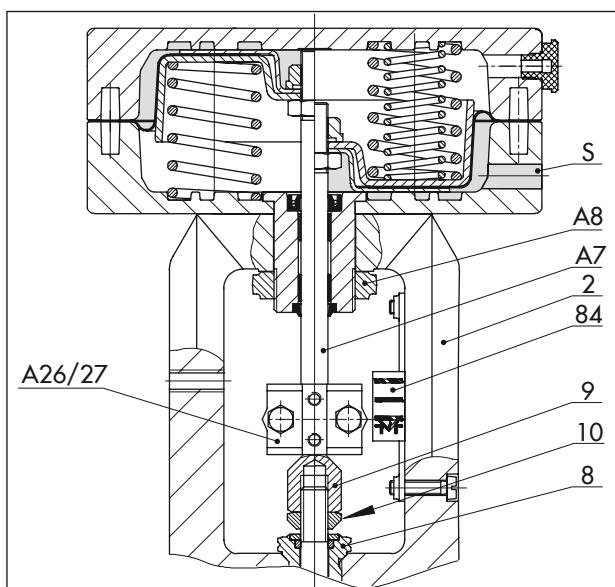

Fig. 12: Atuador pneumático Tipo 3271 numa válvula Série 240
Consulte a Fig. 12
- ⇒ Ligue a pressão do sinal à ligação inferior da pressão do sinal (S). Consulte a Fig. 12. A pressão de sinal é encaminhada para a câmara inferior da membrana e move a haste do atuador (A7) para cima, opondo-se à força da mola.